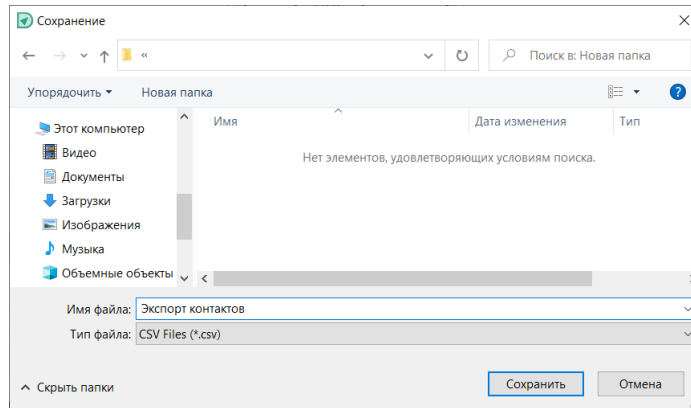

Рис. 260 Выбор место сохранения файла контактов
2. Указать в окне проводника место сохранения, имя файла и нажать «Сохранить», см. Рис. 260.